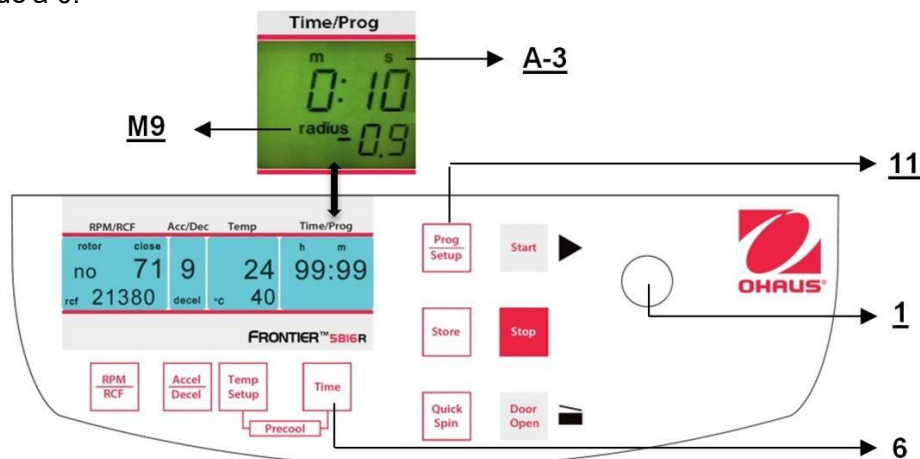
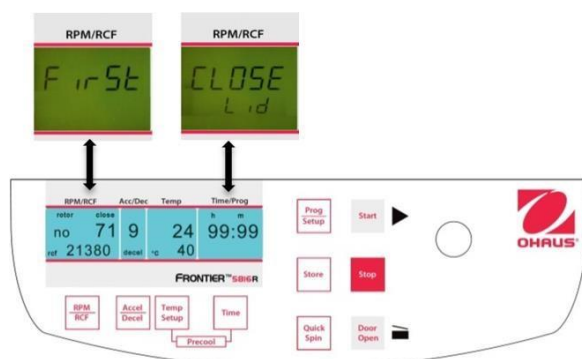

Figure. 24
Figure. 26
Fermer le couvercle et maintenir ensuite appuyées les touches **"Time"** (6) (voir la figure 24) et **"Prog/Setup"** (11). Sur l'affichage **"Time/Prog"** (A-3), le mot **"radius"** (M9) apparaît. Avec le bouton de réglage (1), l'utilisateur peut présélectionner des corrections du rayon (voir Tableau 7, ANNEXE) par incrément de 0,1 centimètre. Après avoir défini une correction du rayon, le mot **"radius"** (M9) apparaît. Ce mot sera visible jusqu'à ce que la correction du rayon soit revenue à 0.
Fermer le couvercle de la centrifugeuse. Procéder dorénavant selon la description précédente afin de définir tous les paramètres importants de la centrifugation. Si le couvercle n'est pas fermé lors de la mémorisation du programme, les mots **"FirSt"** et **"CLOSE Lid"** (voir la figure 26) clignotent alternativement sur l'affichage **"RPM/RCF"** (A-1). Si la centrifugation doit être démarrée sans mémorisation du programme, les mots **"First"** et **"PrESS StoreE"** (voir la figure 24) clignotent alternativement sur l'affichage **"RPM/RCF"** (A-1).